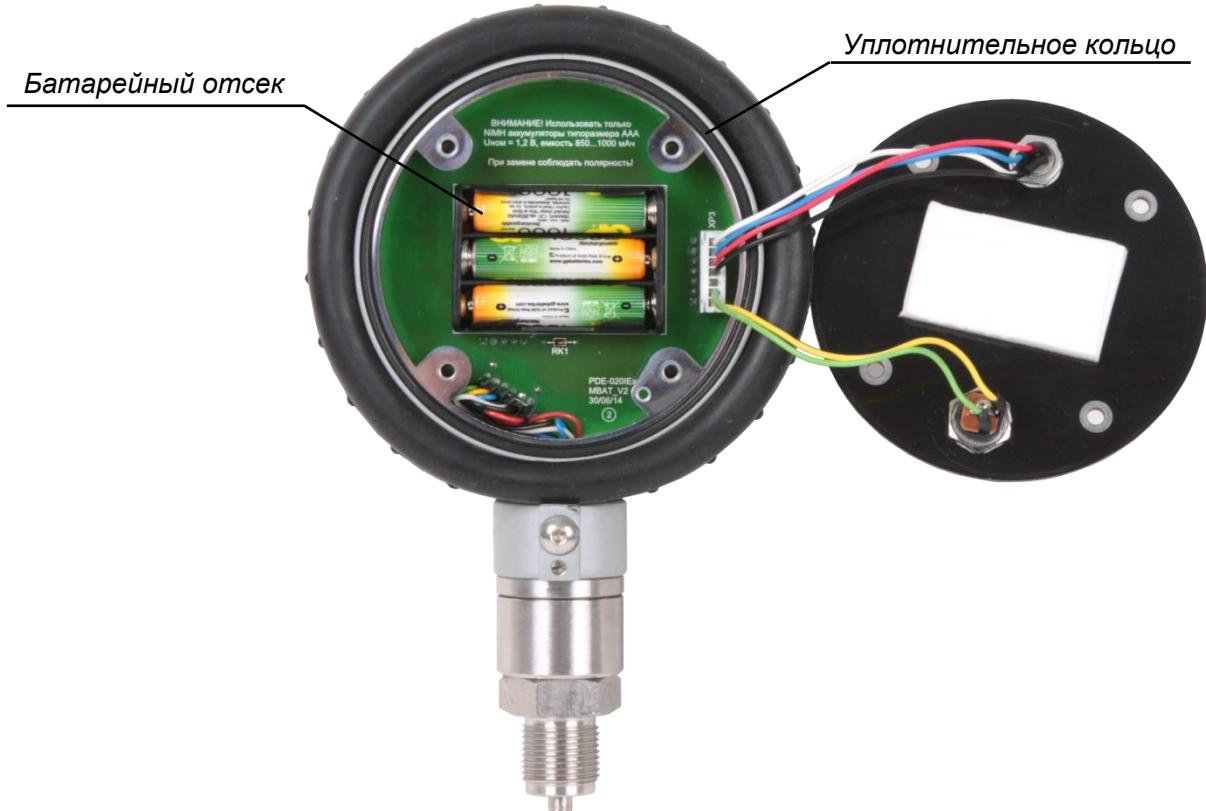

Рисунок 3
- 2) Отвернуть четыре винта крепления на задней панели преобразователя, обеспечив доступ к батарейному отсеку (рисунок 3).
- 3) Уплотнительное кольцо из корпуса преобразователя не вынимать и не отсоединять электрический жгут задней панели преобразователя (рисунок 3).